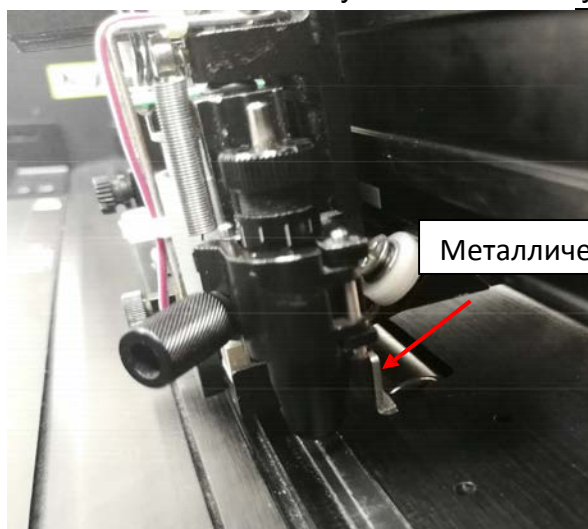

Рис. 2-39
**Шаг 5** Демонтировать весь блок отреза, удерживая его и одновременно смещая влево небольшую металлическую пластину справа налево (рис. 2-39 и 2-40).